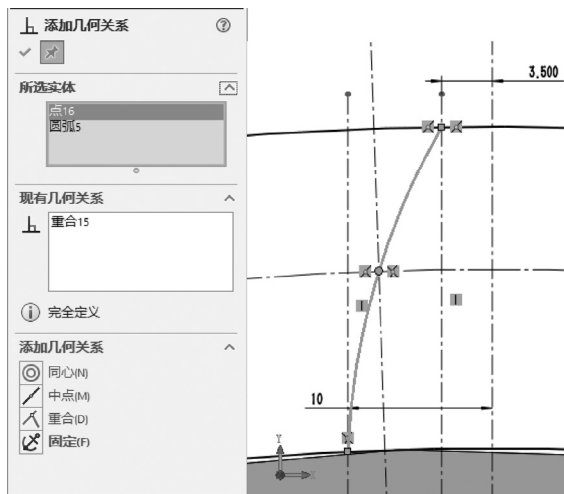

图 8-34 添加几何关系
⑨ 添加几何关系。选择菜单栏中的“工具”→“几何关系”→“添加”命令，或单击“显示/删除几何关系”下拉列表中的“添加几何关系”按钮，在“所选实体”选项组中选择三点圆弧和步骤⑥中所绘制的交点，在“添加几何关系”属性管理器中添加“重合”约束，将三点圆弧完全定义，其颜色变为黑色，从而确定其半径，如图 8-34 所示。